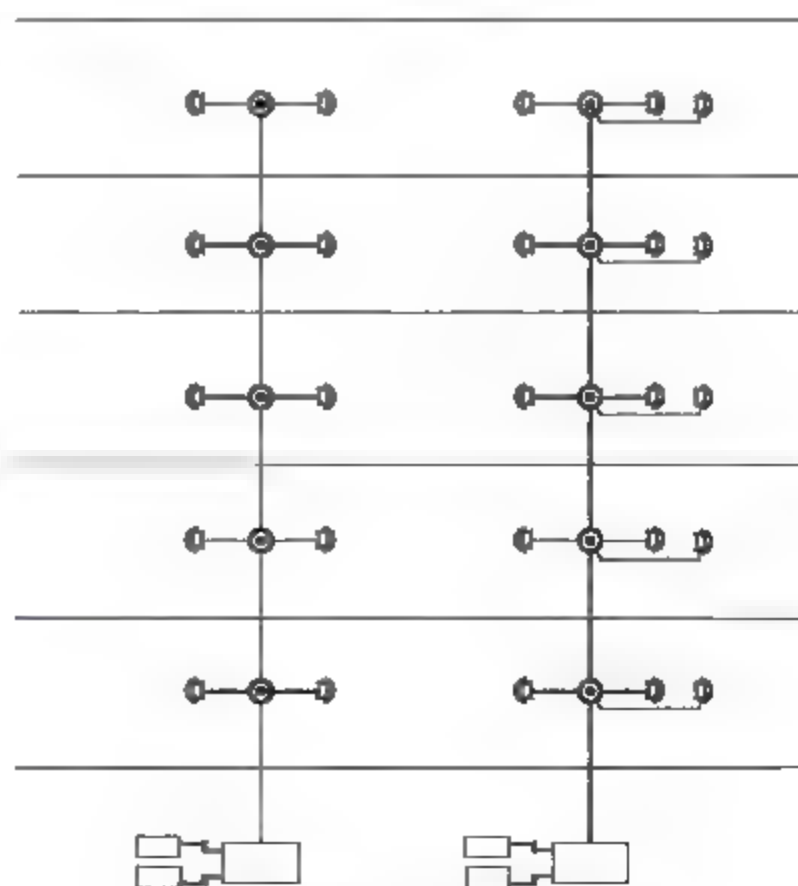

图13-49 延伸线路
**06** 调用EX【延伸】命令，延伸线路，使其与矩形相连，结果如图13-49所示。